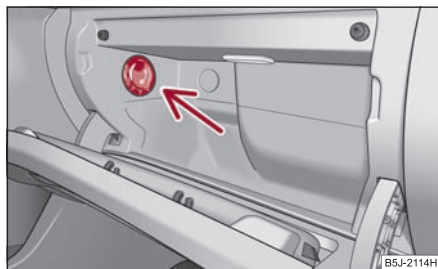

Fig. 104 Vide-poches: Utilisation du refroidissement
- Faites tourner le bouton rotatif ⇒ fig. 104 pour l'arrivée ou la coupure de l'air frais.